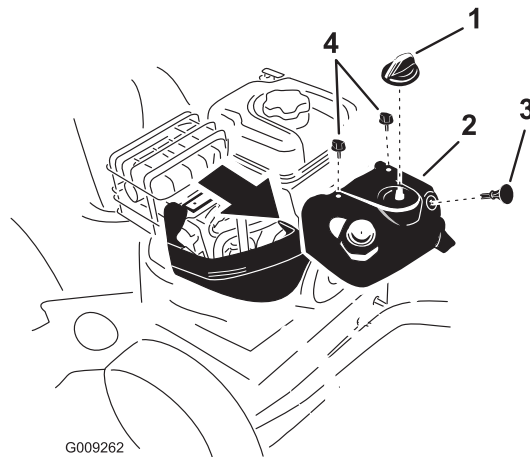

Figure 47
**Remarque:** Vous devez retirer le capot anti-neige supérieur pour accéder à la bougie d'allumage (Figure 47).
1. Enlevez la commande de starter et la clé de contact (Figure 47).
2. Enlevez les 2 vis qui fixent le capot anti-neige à la machine (Figure 47).